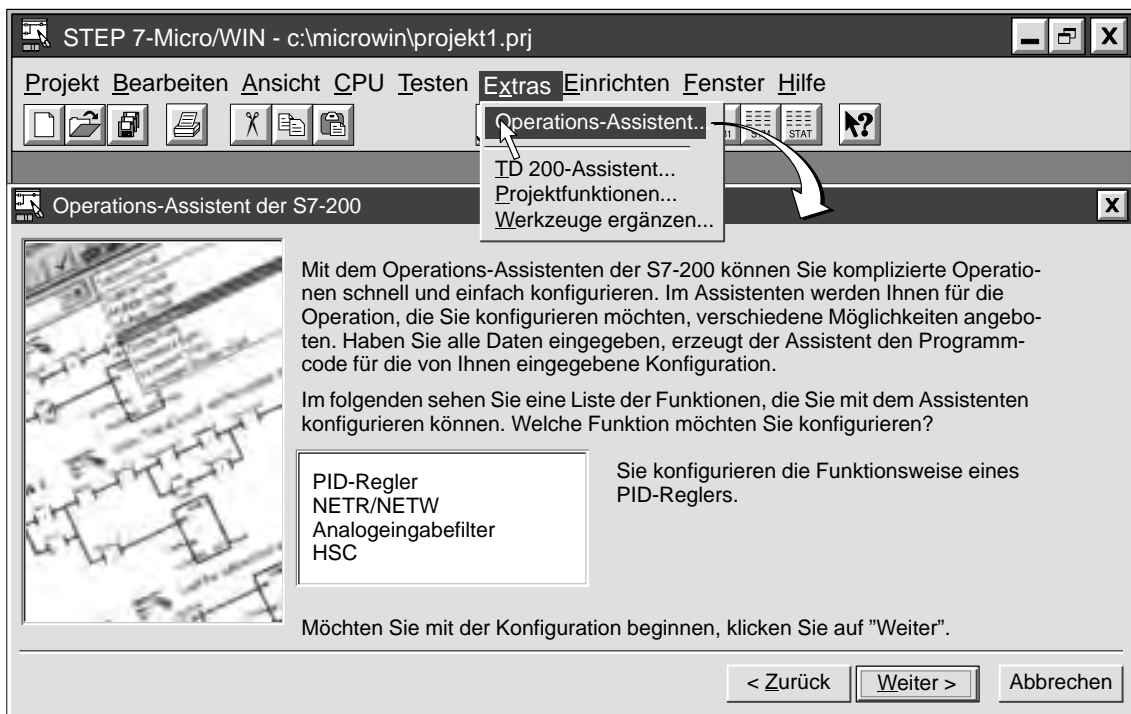

Bild 5-13 Arbeiten mit dem Operations-Assistenten der S7-200
1. Wählen Sie den Menübefehl **Extras ▶ TD 200-Assistent...** (siehe Bild 5-13).